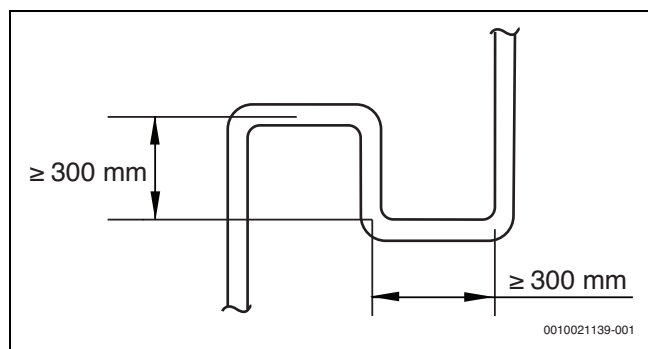

Рис. 6
- ▶ Когда наружный блок находится выше внутреннего блока и разница уровней превышает 20 м, рекомендуется, чтобы патрубок обратной линии масла устанавливался с интервалом 10 м на газовой трубе главного трубопровода. Рекомендуемые спецификации обратного патрубка масла показаны на рис. 6.
Самая большая разница уровня между внутренним блоком и наружным блоком не должна превышать 90 м (если наружный блок выше) или 110 м (если наружный блок ниже). Дополнительно: (i) Если наружный блок выше и разница уровней более 20 м, рекомендуется устанавливать возвратный патрубок масла с размерами, указанными на рис. 6 через каждые 10 м газовой трубе основной трубы, и (ii) если наружный блок находится ниже и разница уровней более 40 м, жидкостная труба главной трубы (L1) должна быть увеличена на один размер.